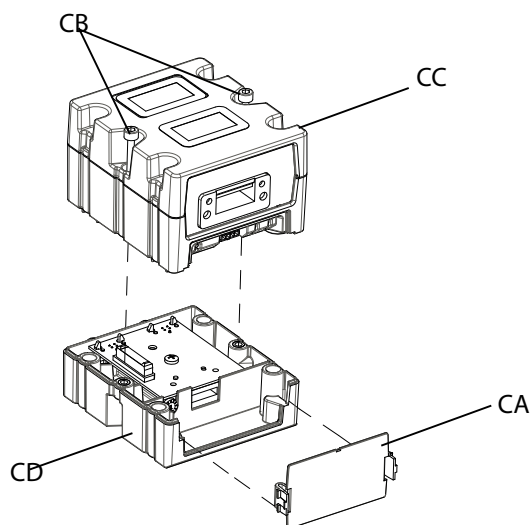

Рис. 38: Разборка CGM
5. Сняты крышки модуля CGM (CA). Ослабьте два винта (CB) и снимите CGM (CC) с основания (CD), как показано на Рис. 38.